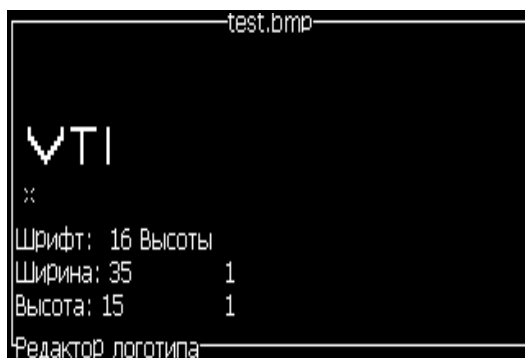

Рисунок 5-48: Логотип в окне меню
- 10 Нажмите кнопку “Enter” (ввод), и в окне меню появится логотип (смотрите Рисунок 5-48 на странице 5-61).